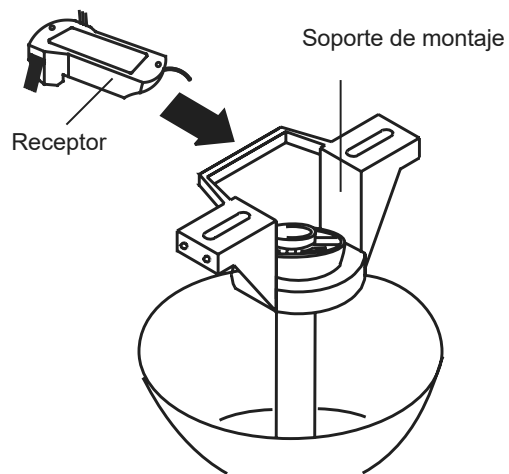

Fig. 13
Paso 1. Inserte el receptor en el soporte de montaje en el techo con el lado plano hacia receptor orientado hacia el techo. **(Fig. 13)** Para obtener el mejor rendimiento, asegúrese de que el cable antena negro (en el extremo del receptor) permanezca extendido y no se enrede con los cables eléctricos.